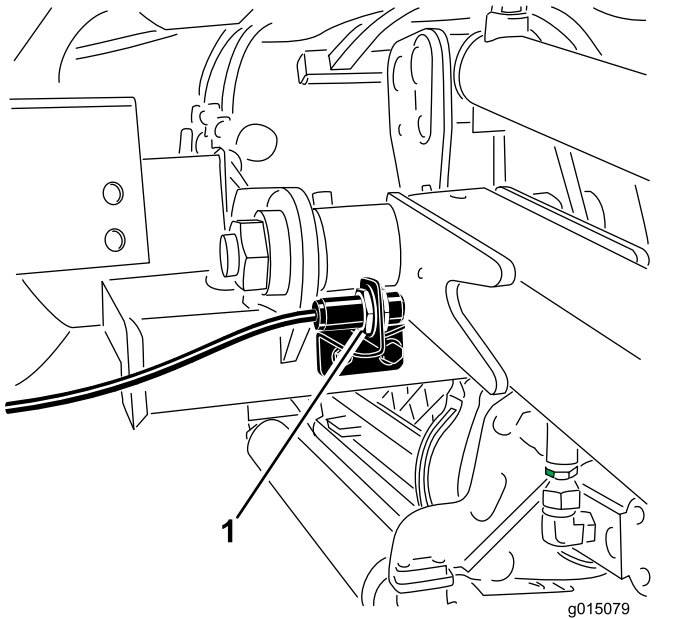

Figura 73
2. L'interruttore del braccio di sollevamento è situato dietro il braccio di sollevamento anteriore destro (Figura 73).
3. Allentate le viti di attacco dell'interruttore (Figura 73) e alzate l'interruttore per aumentare l'altezza d'inversione del braccio di sollevamento o abbassate l'interruttore per ridurla.